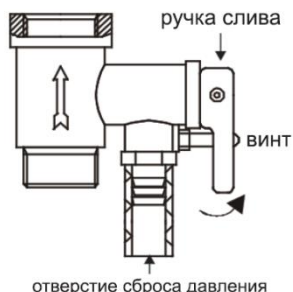

Рисунок 6
4. На входной патрубке, обозначенный голубым цветом и стрелкой направления течения воды, накрутите предохранительный клапан так, чтобы течение воды совпадало с направлением стрелки на корпусе клапана. На отверстие сброса давления предохранительного клапана (см. рисунок 6) оденьте дренажную трубку* для отвода воды (возможно появление при нагревании) в канализацию (трубку необходимо направить строго вниз и запрещено перегибать её).
6. Если не предусмотрен сливной кран-тройник (см. «Подключение к водопроводной магистрали»), воду можно слить через комбинированный предохранительный клапан, для этого: открутить винт ручки слива предохранительного клапана и перевести ручку слива в верхнее положение, при этом кран выхода горячей воды должен быть открыт, а кран подачи холодной воды в водонагреватель должен быть перекрыт (см. рисунок 6). Из отверстия сброса давления предохранительного клапана потечет вода.